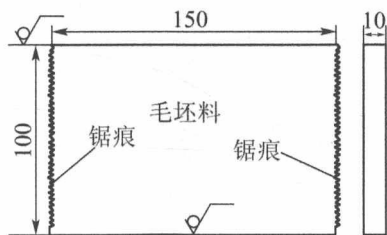
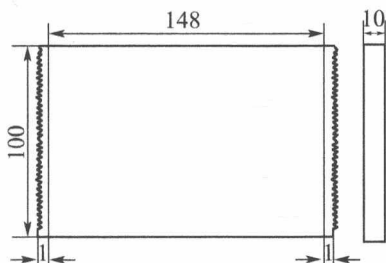

图 1-1-1 毛坯料
图 1-1-2 成品
材料：A3 钢板 $150 \times 100 \times 10$ （长 $\times$ 宽 $\times$ 厚，mm），如图 1-1-1 所示。
画两条直线，要求线条清晰，图形正确，如图 1-1-2 所示。
- (1) 你能看懂图 1-1-1 和图 1-1-2 吗？
- (2) 你想到可以用什么方法划线吗？
- (3) 你知道划线的作用和精度吗？